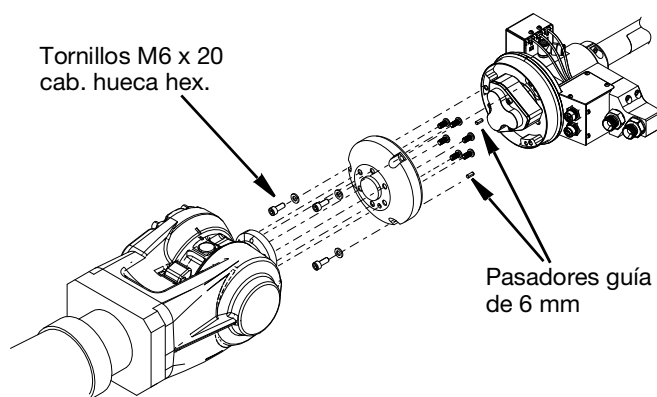

FIG. 2
2. La brida de montaje va acoplada al cuerpo de la pistola Switch 3D con tres tornillos de cabeza hueca hexagonal M6x20. Apriete a un par de 11,1 N•m (98,2 lb-pulg.). Es importante asegurarse de que los pasadores guía de 6 mm suministrados con el kit se inserten en las posiciones correctas. Consulte la FIG. 2.